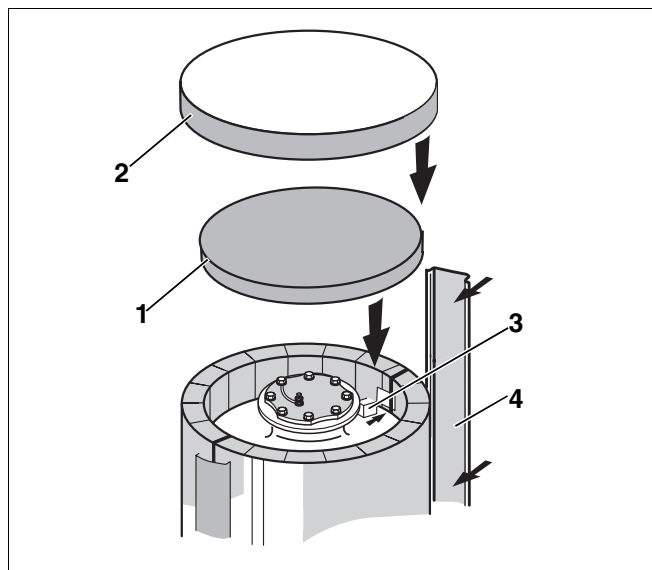

Рис. 8 Теплоизоляция крышки верхнего смотрового люка
- Вставить накладную планку (рис. 8, **поз. 4**) в торцевую планку теплоизоляции.
- Изнутри в вырез вставить прямоугольные теплоизоляционные заглушки (рис. 8, **поз. 3**).
- Теплоизоляционный круг (рис. 8, **поз. 1**) положить на верхнюю крышку люка таким образом, чтобы его края совпали с краями боковой теплоизоляции.
- Надеть верхний кожух бака-водонагревателя (пластмассовую крышку, рис. 8, **поз. 2**) сверху теплоизоляционного круга так, чтобы в него вошли края боковой теплоизоляции.